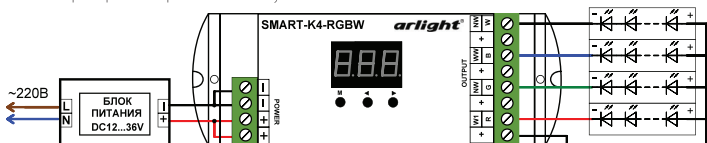
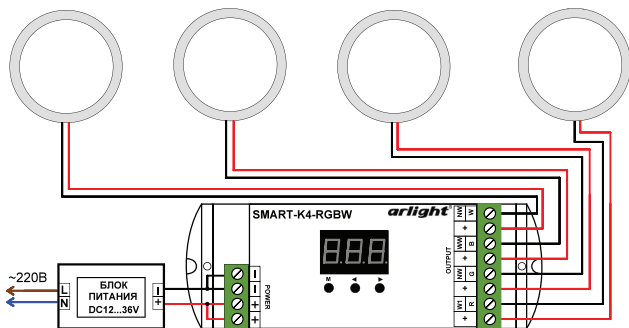

Рис.1. Общая схема подключения контроллера.
Рис.2. Схема подключения светильников в режиме «диммер».
- 3.3. Согласно приведенным схемам (Рис.1, Рис.2) подключите светодиоды или другой совместимый светодиодный источник света к выходу **OUTPUT** контроллера. Соблюдайте полярность и порядок подключения проводов к клеммам.